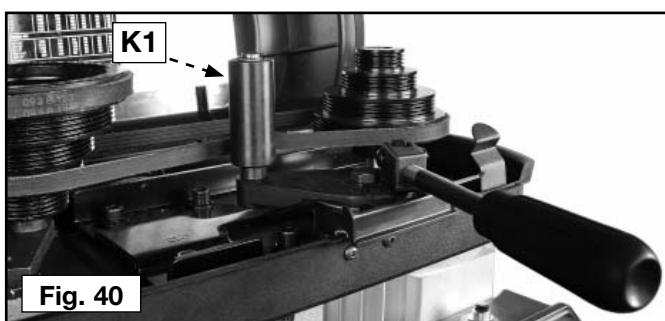

Fig. 40
5. Levante el mango y muévalo hacia la izquierda (como en Fig. 40) hasta que el brazo tensionador de la correa (K1) repose contra las correas.